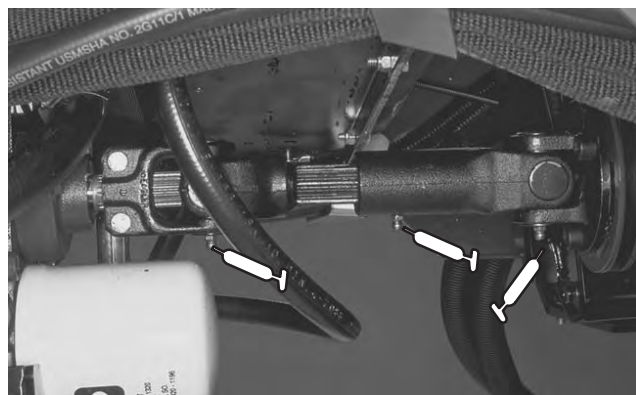

Figure 35
- Arbre de transmission du moteur (3), (Fig. 35)